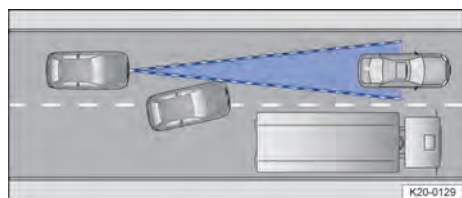

Abb. 114 Fahrspurwechsel.
- Fahrzeuge, die unmittelbar vor dem eigenen Fahrzeug auf die eigene Fahrspur wechseln → Abb. 114.